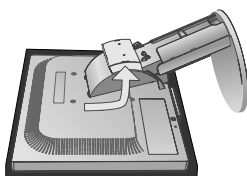

Figure S.3
5. Retirez le support comportant trois crochets dans la direction illustrée (Figure S.3).